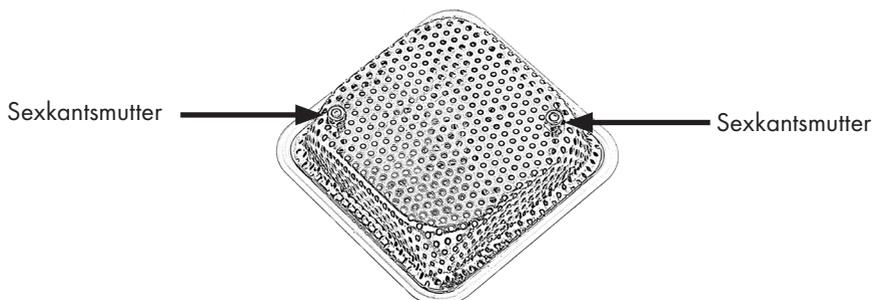

Bild 2
1. Skruva först loss de två muttrarna på silen och ta bort silen. Byt sedan ut den önskade silen på samma sätt och skruva fast muttrarna. (Bild 2)